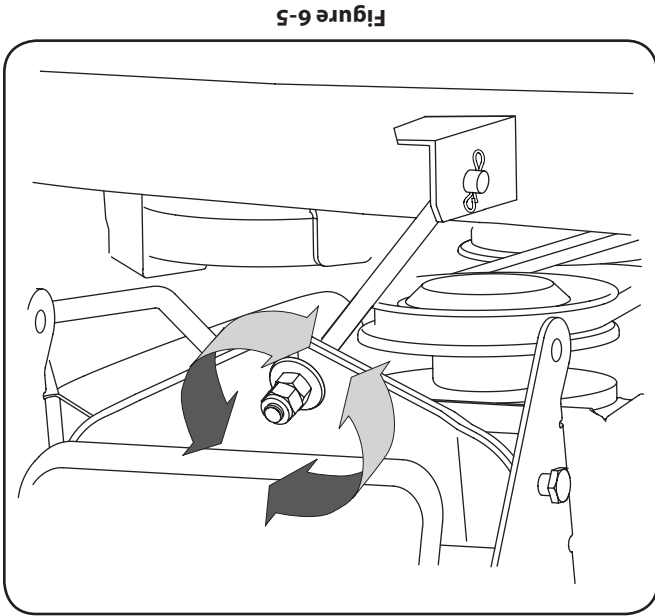

Figure 6-5
1. Déterminez la distance approximative nécessaire pour un bon ajustement, puis passez à l'étape suivante si besoin est. Desserrez le contre-écrou à six pans qui se trouve sur la tige de suspension du plateau de coupe et éloignez-la de l'écrou à six pans interne. Voir la Figure 6-5.
3. Desserrez l'écrou à six pans pour abaisser l'avant du plateau de coupe. Voir la Figure 6-5.